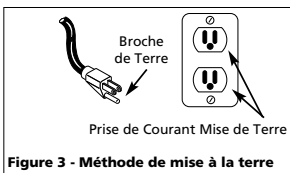

Figure 3 - Méthode de mise à la terre
- Ce produit est conçu pour l'utilisation d'un circuit de 120 volts et a une fiche de mise à la terre comme celle indiquée sur la Fig. 3. Assurer que le modèle est branché à une prise de courant qui a la même configuration que la fiche. Ce produit doit être mis à la terre. Dans l'événement d'un court-circuit, la mise à la terre diminue le risque de secousse électrique en fournissant un fil d'échappement pour le courant électrique. Ce produit est équipé avec un cordon qui a un fil de terre avec une fiche de terre. La fiche doit être branchée dans une prise de courant qui a été installée et mise à la terre correctement en respectant tous les codes et règlements locaux.